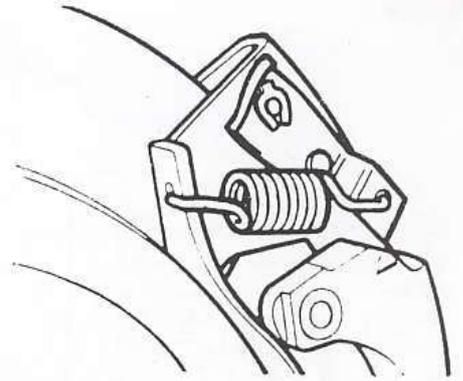

Figure 100. — Cavalier avec son axe et le jonc de retenue de l'axe
- Déposer les jones de retenue des axes de cavaliers (fig. 100).